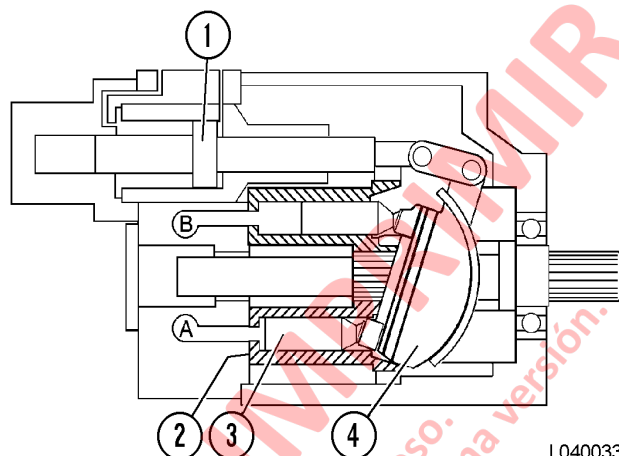

FIGURA 4-12. VOLUMEN COMPLETO DE LA BOMBA
El pistón de control (1, Figura 4-12) controla el ángulo del bloque oscilante (4). Cuando el pistón de control se mueve completamente hacia la derecha, significa que la bomba está a su capacidad máxima de bombeo.